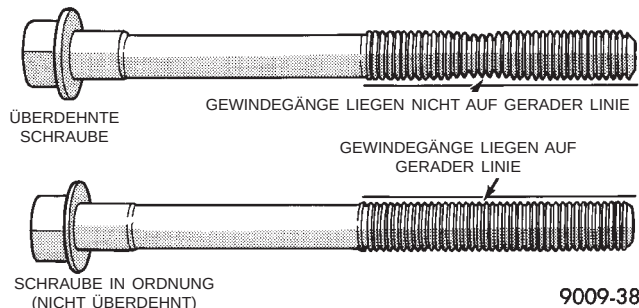

Abb. 98 Schrauben auf Überdehnung prüfen
(1) Zum Prüfen der Pleuelschrauben auf Überdehnung ist ein Messschieber oder ein Lineal gegen das Gewinde zu halten. Liegen nicht alle Gewindegänge am Lineal an, muss die Schraube ersetzt werden (Abb. 98).